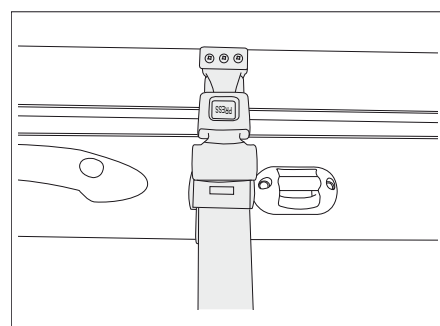

Bild 160 Säkerhetsrem höjbar säng,
- Säkra den höjbara sängen i taket (Bild 160) med säkerhetsremmen.